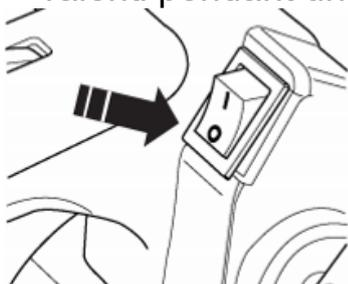

Fig.28
- 1) Relâchez la gâchette d'accélérateur et laissez la tronçonneuse tourner au ralenti pendant un bon moment. (Fig.28).